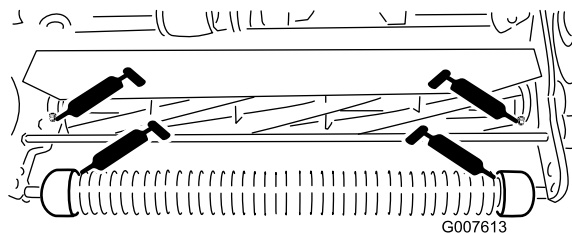

Figura 17
- 2 sul rullo anteriore (Figura 17).
- 2 sui cuscinetti del cilindro (Figura 17).